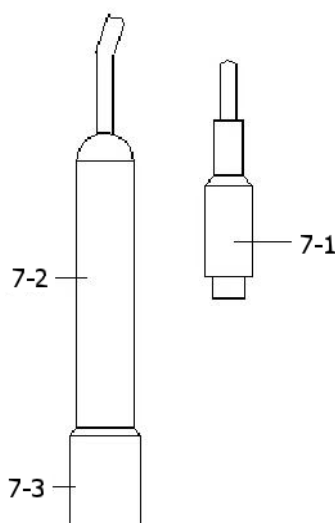

Fig. 4
1) Prepare la sonda de conductividad (opcional, CDPB-03), instale el " Enchufe de la sonda " (7-1, Fig. 4) en el conector " CD " (3-15, Fig. 1).
3) Sujete el "Mango de la sonda" (7-2, Fig. 4) con una mano e introduzca totalmente la "Cabeza del sensor " (7-3, Fig. 4) en la solución de medida. Mueva la sonda y deje que la burbuja de aire interna salga de la cabeza del sensor.